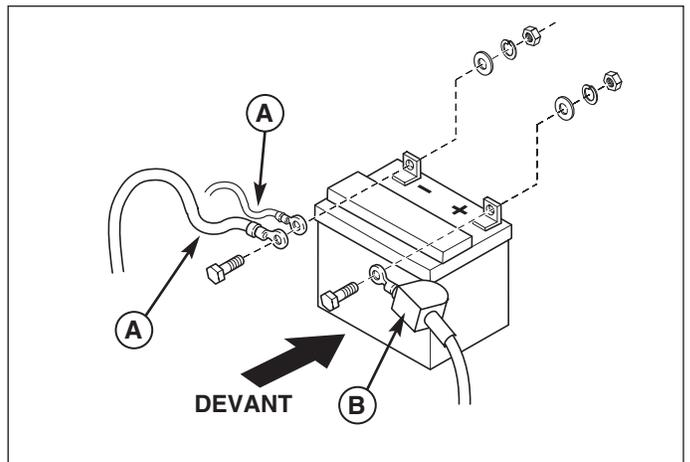

Figure 12. Câbles de batterie et bouchon de remplissage
6. Rebrancher les câbles, le positif en premier (B, Figure 12).